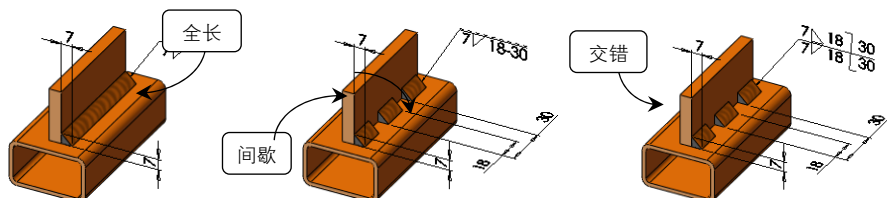

图 12-13 焊缝类型效果
- 焊缝类型：可以选择的焊缝类型有全长、间歇、交错。其焊缝类型效果如图 12-13 所示。